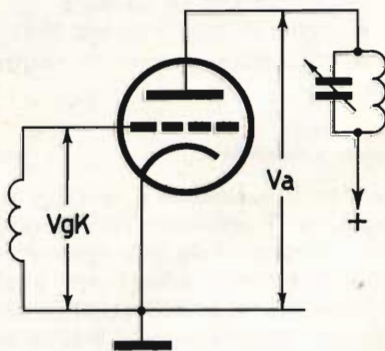

Fig. 2
1) L'impedenza di ingresso di un circuito che impieghi un triodo montato come in fig. 2, è molto più elevata di quella ottenibile col circuito precedentemente descritto; infatti, per la PCC 84, essa ammonta a 4000 Ω. Ciò significa che, per realizzare l'adattamento tra l'antenna e l'ingresso del triodo, si dovrà impiegare un trasformatore in salita, cioè con un rapporto di trasformazione superiore all'unità.